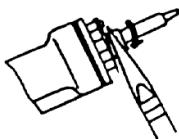

FIG. 2
3. Schroef de stiftvergrendeling los (fig. 2 & 3).